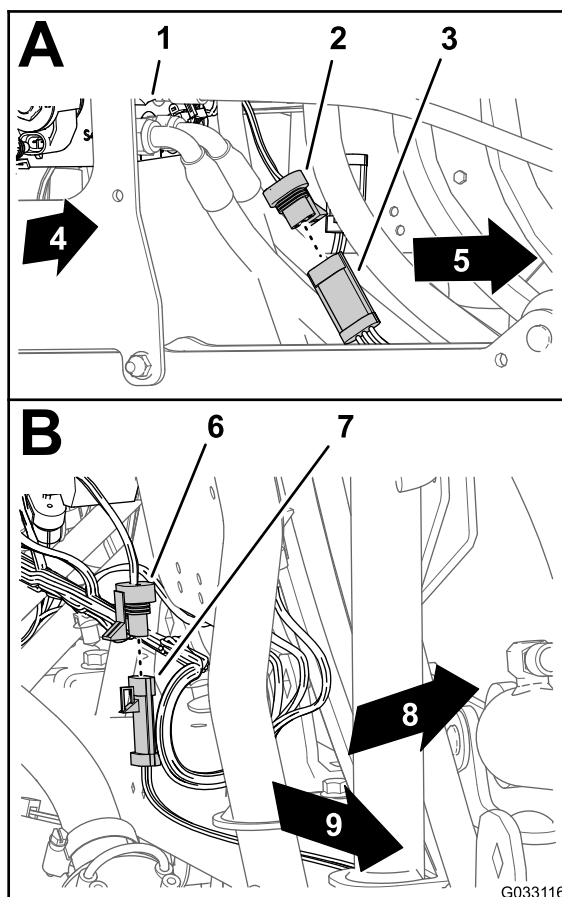

Figura 144
1. Conecte el conector hembra de 3 vías del arnés de cables del brazo sónico al conector de 3 pines del cable para el sensor ultrasónico derecho (A de la Figura 144).
2. Conecte el conector hembra de 3 vías del arnés de cables del brazo sónico del conector de 3 pines del cable para el sensor ultrasónico izquierdo (B de la Figura 144).